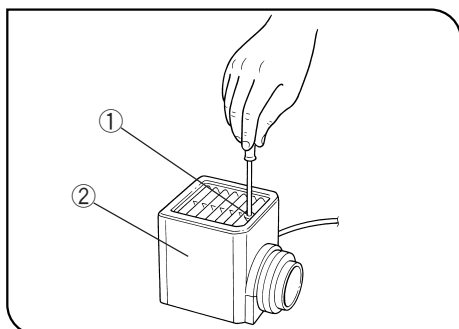

図 22
(図22~24)
- 5) ランプハウスを上からはめ込み、固定ねじ①を下に押付けながら締付けます。(図22)